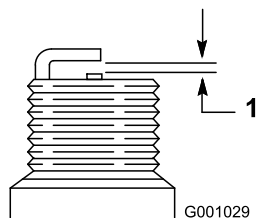

Figure 20
- Réglez l'écartement des électrodes de la nouvelle bougie à 0,76 mm (0,030 po), comme montré à la Figure 20.